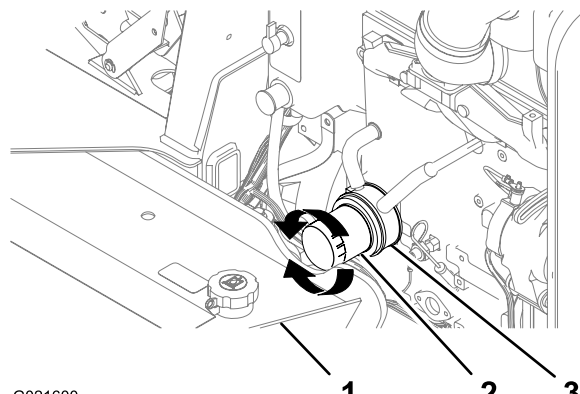

Figura 46
2. Posicione uma pequena bandeja de drenagem sob o filtro de óleo e seu adaptador (Figura 46).
3. Gire o filtro de óleo no sentido anti-horário e remova-o (Figura 46).
7. Alinhe o novo filtro de óleo com seu adaptador e gire o filtro no sentido horário até a vedação do filtro de óleo entrar em contato com o adaptador (Figura 46).
8. Aperte o filtro de óleo com a mão, dando mais meia volta (Figura 46).